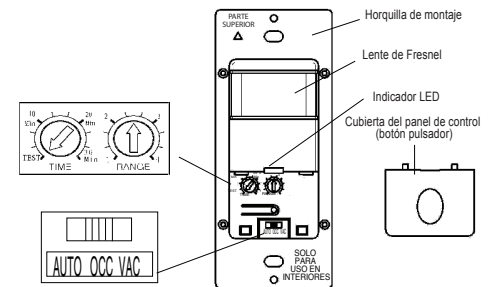

Figura 4
6. Ubique las perillas de ajuste en el panel de control para realizar pruebas y ajustes. (Ilustrada en la Figura 4).